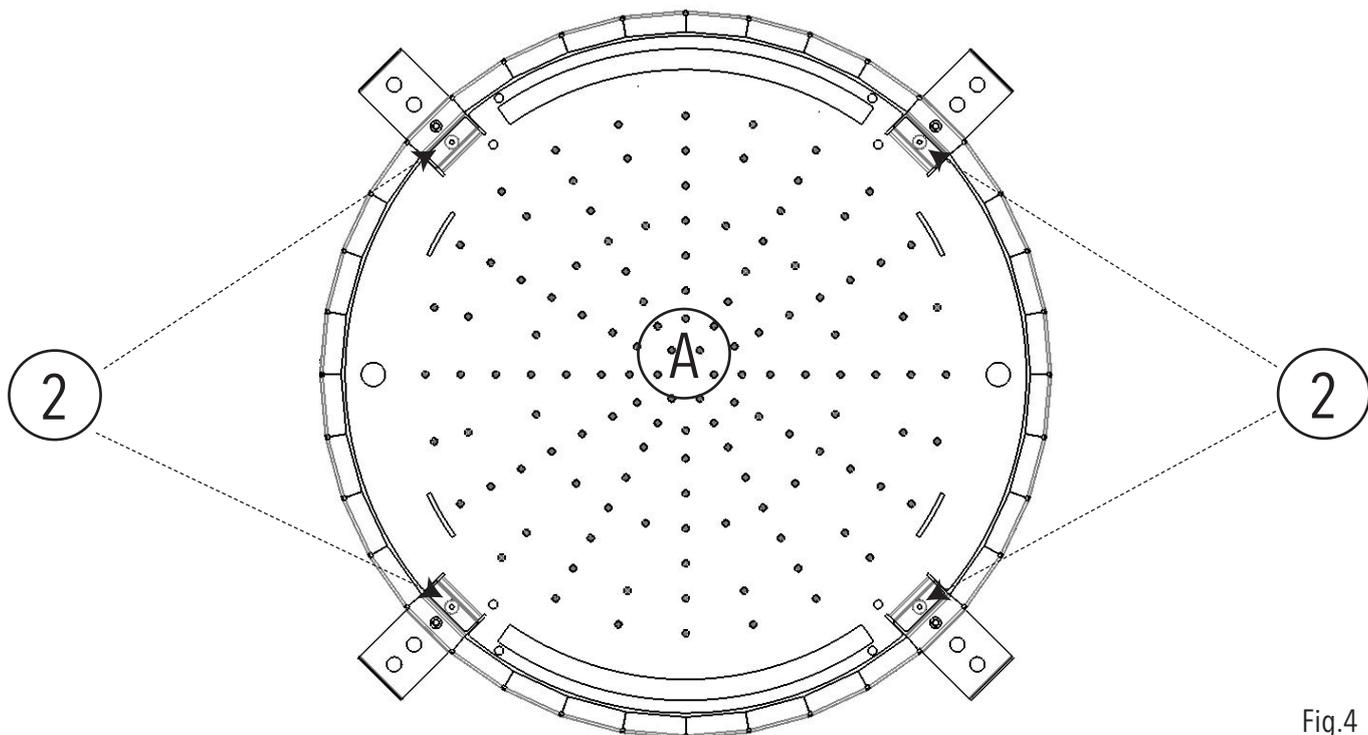

Fig.4
Successivamente avvitarlo con le rispettive viti (2) della Fig.4.
Then fix the frame with the screws (2) in Fig. 4.